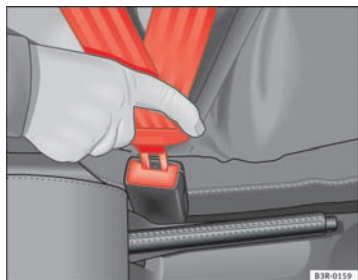

Fig. 11 Boîtier de verrouillage et pêne de la ceinture de sécurité
- Enfoncez le pêne dans le boîtier de verrouillage solidaire du siège jusqu'à ce qu'il s'encliquette ⇒ fig. 11.